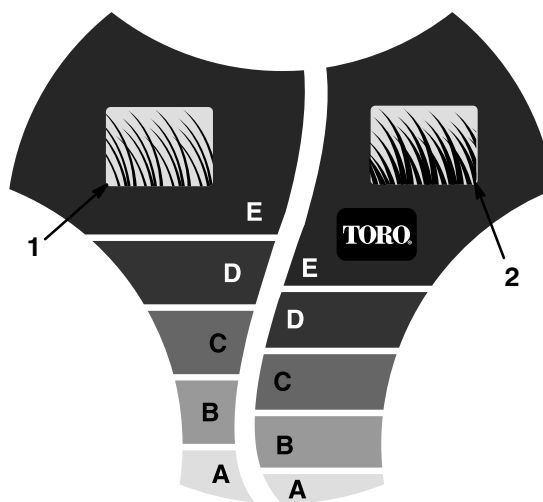

Abbildung 15
Die *SmartWheel*-Vorrichtung hat zwei Schneidskalen — *SPARSE/NORMAL* (spärlich/normal) und *LUSH* (üppig) — zur Sicherstellung der optimalen Schnitthöheinstellung bei allen Mähbedingungen (Abb. 15). Die *SPARSE/NORMAL*-Skala wird während der warmen Sommersaison für die Mehrzahl der Mäharbeiten verwendet. Die *LUSH*-Skala ist für dickes, feuchtes, saftiges Gras gedacht, das meistens im Frühling wächst.
1. Bevor der Motor gestartet wird, den Rasenmäher auf das Gras schieben. Den Rasenmäher nicht weiter schieben, wenn die Buchstaben an der *SmartWheel*™ - Konstruktion am linken Hinterrad aufrecht stehen (Abb. 15).
2. Die Spitzen der Grashalme mit den Buchstaben an der *SmartWheel*-Konstruktion (Abb. 15) vergleichen. Der Buchstabe an der *SmartWheel*-Vorrichtung, der den Spitzen der Grashalme entspricht, ist die richtige Schnitthöhe.